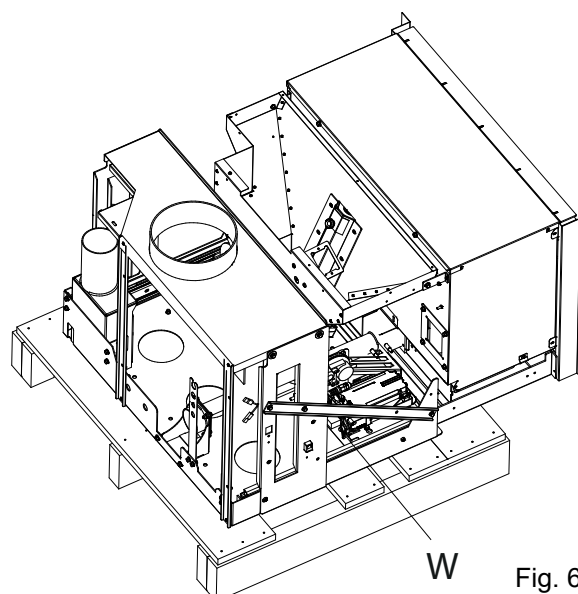

Fig. 6.1.3b
! Dieser Vorgang wirkt auf einen Mikrosicherheitschalter (W), der die Stromversorgung abschaltet. (Abb. 6.1.3b) Das Stromkabel darf nicht vom Stromnetz abgezogen werden.